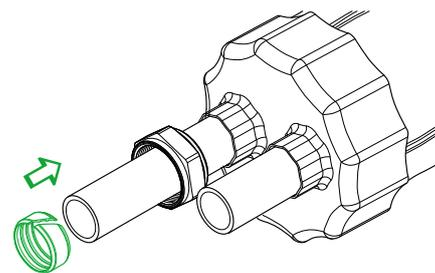

Рис. 4.6.4
- Надеть кольцо уплотнительное на напорную трубу (рис. 4.6.4).